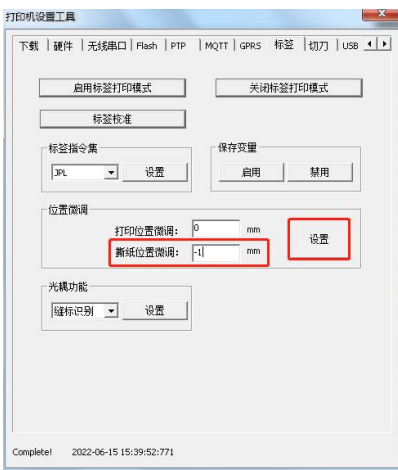

图 5.2
- d.因标签缝隙差别，切纸时可能未能切在缝隙的中间，通过设置撕纸位置微调值（多切设置为负值，少切设置为正值）。（图 5.2）